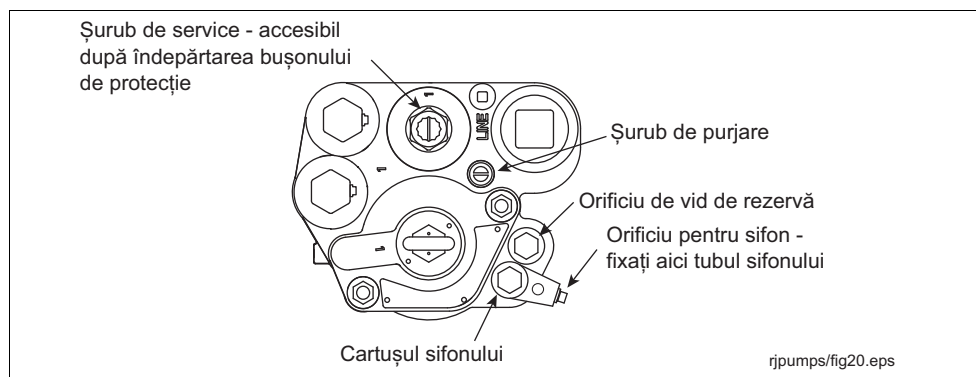

Figura 20. Orificii pentru sifon
2. Scoateți și păstrați bușonul de protecție de pe șurubul de service și rotiți șurubul în sens orar (vezi Figura 20). Pe măsură ce șurubul se apropie de poziția de jos, veți auzi cum sistemul se depresurizează. Continuați să rotiți șurubul până la refuz. După ce șurubul este complet coborât, rotiți-l invers cu 4 ture pentru a ridica ventilul de reținere și pentru a lăsa combustibilul să se scurgă din cavitățile hidraulice ale distribuitorului.
3. Scoateți unul dintre bușoanele orificiilor sifonului din distribuitor (vezi Figura 20).
9. Rotiți șurubul de purjare a aerului cu 2 - 3 ture în sens antiorar (vezi Figura 20).